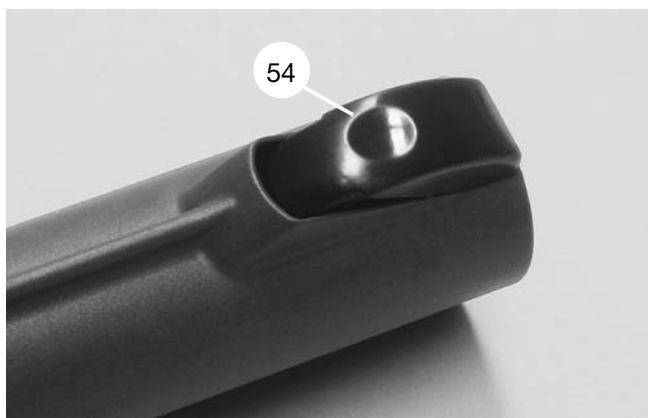

Bild 9
Steckverbindungen der Zubehörteile soweit zusammenstecken, bis Arretierung 54 hörbar einrastet (Bild 9)
4.11 Zum Lösen der Steckverbindungen den Arretierknopf 54 drücken und gleichzeitig Steckverbindungen auseinanderziehen (Bild 9).